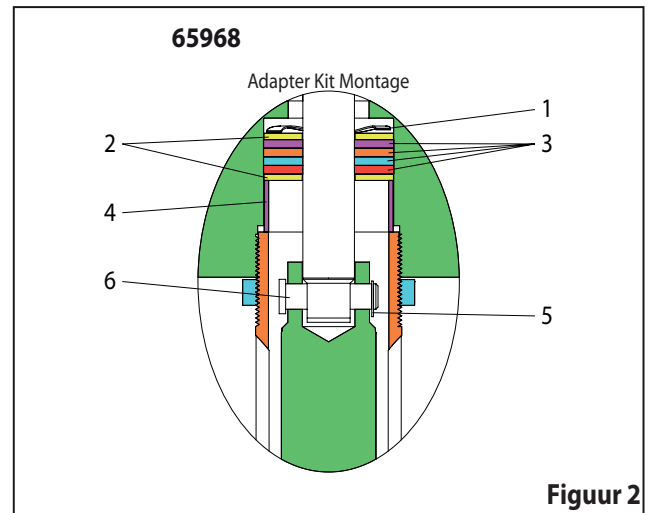

Figura 2
- Allentare il controdado (90571) e svitare la pompa intera dal motore ad aria. Questo esporrà il pin del connettore (6) (vedi figura 2).
- Rimuovere la (5) anello di fermo e (6) connettore pin per rilasciare l'asta del pistone motore aria dall'asta pistone pompa inferiore.
- Rimuovere il distanziale (4), la rondella (2), quattro (3) imballaggi, rondella (2) e rondella (1) mossi dalla cavità aria motore (vedere figura 2).